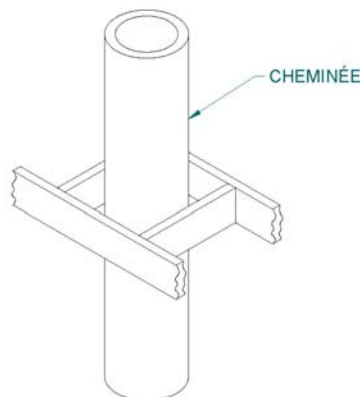

Figure 37
1. Coupez les trous dans les plafonds et planchers que traversera la cheminée et dans le toit et installez-y des protecteurs de chevrons (voir figure 37). Utilisez une ligne à plomb pour aligner les centres des trous. Assurez-vous que la dimension des trous dans les planchers et les plafonds est conforme aux instructions du fabricant de la cheminée.